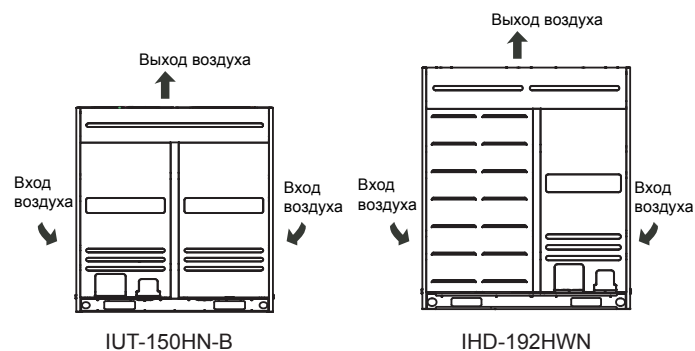
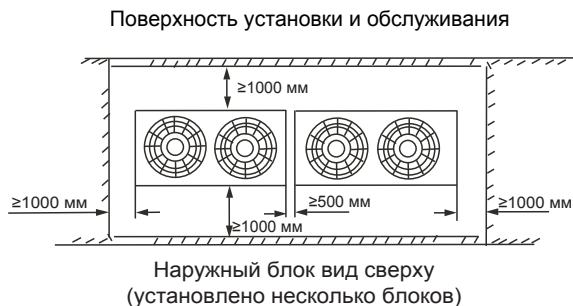

Рис.4-1
Рис.4-2
- При установке прибора, оставьте пространство для технического обслуживания, как показано на следующем рисунке. Установите источник питания на стороне наружного блока. Процедуру установки смотрите в соответствующем руководстве по установке. Убедитесь, что достаточно места для установки и обслуживания (см. Рис.4-1 и Рис.4-2)